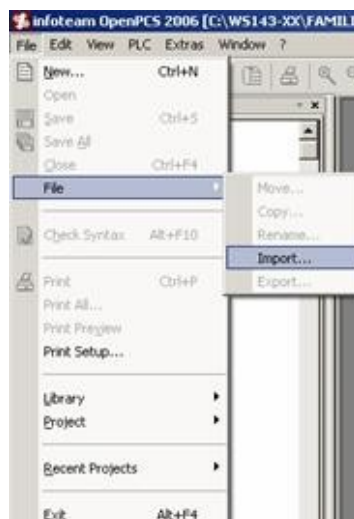

Рис.39. Импорт файлов
6. Импортируйте 2 файла Variables. POE и Transport.ST из папки Методические указания (рис.39).